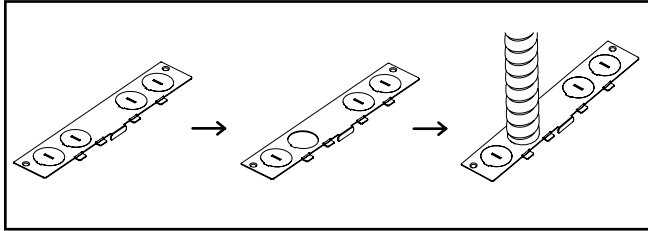

Figura 13.
8. Retire el orificio ciego y, a continuación, instale el cable de alimentación entrante utilizando un conducto flexible. Ver Figura 13.